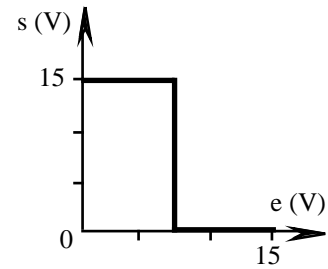

figure 4
3.3. La caractéristique de transfert idéale  $s = f(e)$  de la porte logique NON ET est représentée sur la figure 4.